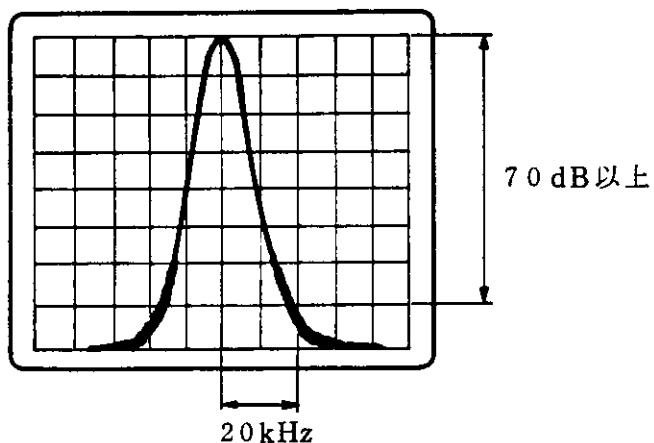

図 5-7 ノイズ・サイドバンド
4. 波形の中心 (**CENTER**) から 20 kHz ( 2 div ) 以上離れた点のノイズのピークと波形のピーク・レベルの差が 70 dB 以上あることをチェックします。 [図 5-7 ]